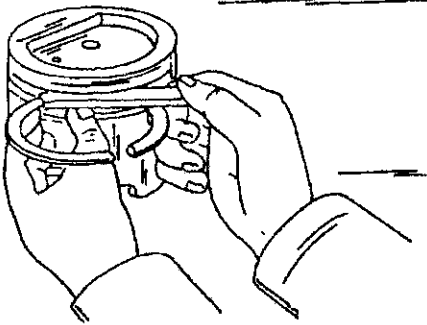

Рис. 122. Измерение зазора поршневых колец по высоте в канавках поршня. Все канавки должны быть тщательно очищены.
- Замерить зазоры поршневых колец по высоте в канавках поршня, последовательно вставляя кольца в соответствующую канавку на поршне (Рис. 122). Зазор определяется щупом, вставляемым в щель между поверхностью кольца и поверхностью канавки поршня. Если размеры зазоров не соответствуют данным, приведенным в таблице размеров и регулировок, изношены или кольца, или поршни.